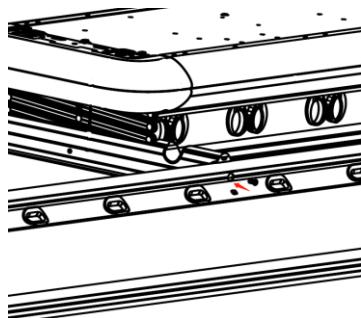

图 11
- b. 按遥控器的下降键，使剪刀架下降到适合的位置；托起衣杆，用 M4*12mm 的十字沉头螺丝，将衣杆与衣杆支撑板固定在一起，如图 11 所示。同理，将另一端衣杆组件装入衣杆。